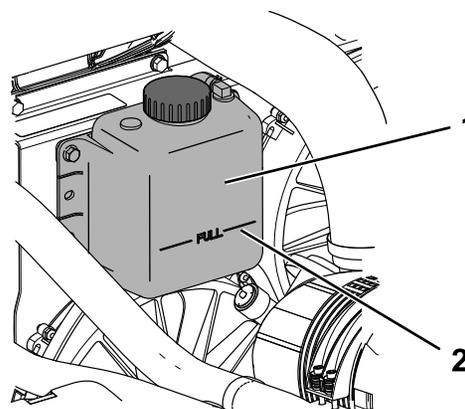

Рисунок 77
4. Проверьте уровень охлаждающей жидкости в расширительном бачке (**Рисунок 77**).